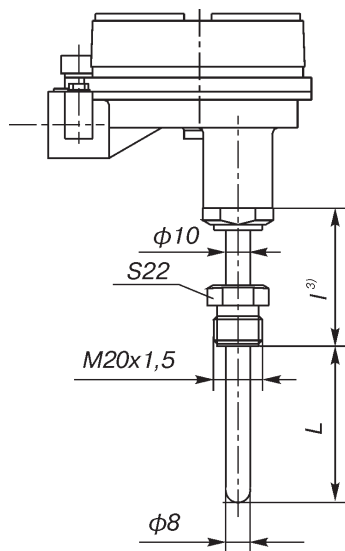

Рис. 23 (ост.см.рис.4)
- ³⁾ l = 120, 160, 200 мм (см.*) - для Метран-281-Exd по рис.23;
l = 80 мм - для Метран-286-23-Exd по рис.23.
- 23¹⁾ по рис.23